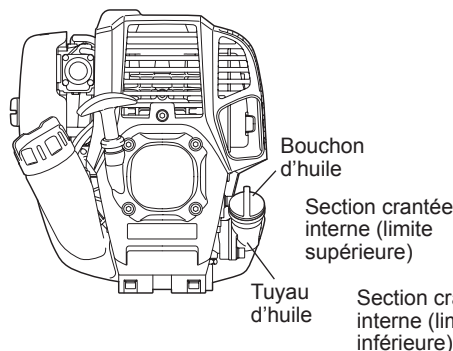
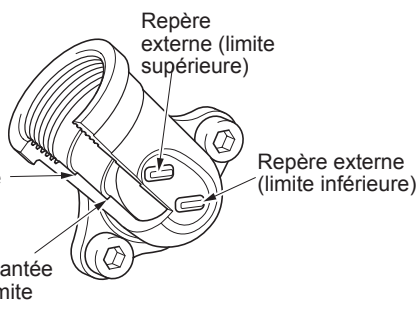

Fig. 1
Fig. 2 Tuyau d'huile
- Placez le moteur de niveau, retirez le bouchon d'huile (Fig. 1) et vérifiez si le niveau d'huile est entre les repères de limite supérieure et inférieure sur le tuyau d'huile (Fig. 2).